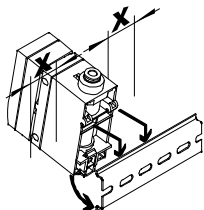
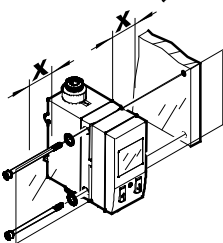

Fig. 3
Fig. 5
- Asegúrese de que en el montaje del SFAB se mantiene una distancia lateral de $x = 10 \text{ mm}$ respecto a las superficies de puesta a tierra → Fig. 3 ... Fig. 5.
2. Empujar el SFAB en el sentido de la flecha hasta que encastre el clip de fijación → Fig. 3.